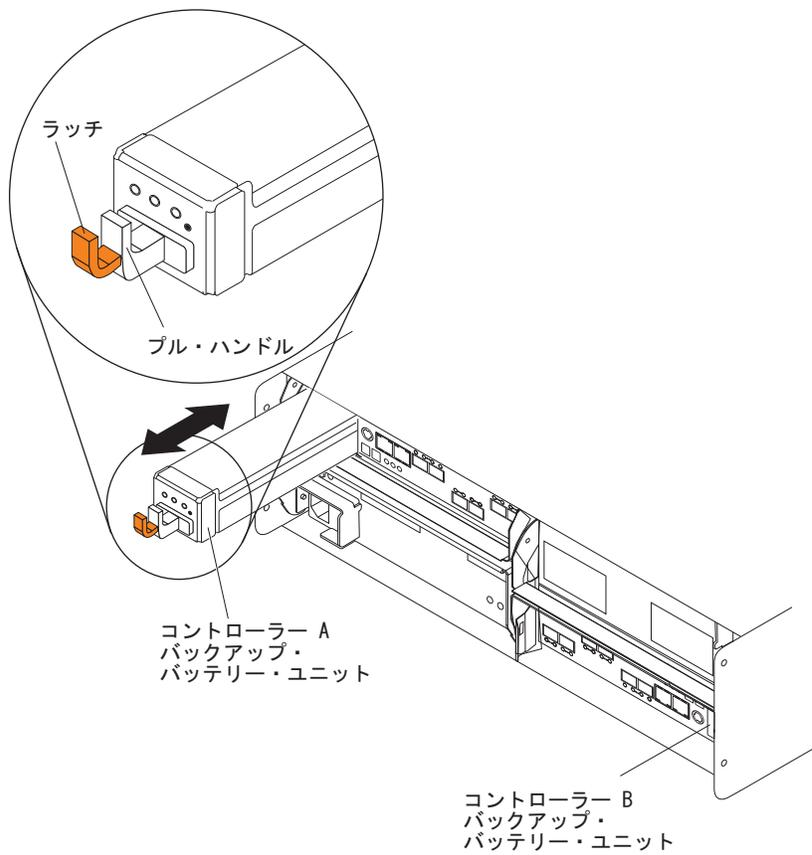

図 86. コントローラー・シャーシからのバッテリーの取り外しと再取り付け
5. RAID コントローラーから障害のあるバッテリー・ユニットを取り外すには、170 ページの図 86 に示すように、バッテリー・ユニットのオレンジ色のラッチを黒色のバッテリー・ハンドルに向けて押して DS5020 シャーシからバッテリーのラッチを外し、ハンドルを使用してバッテリー・ユニットをコントローラー・シャーシからゆっくりと引き出します。